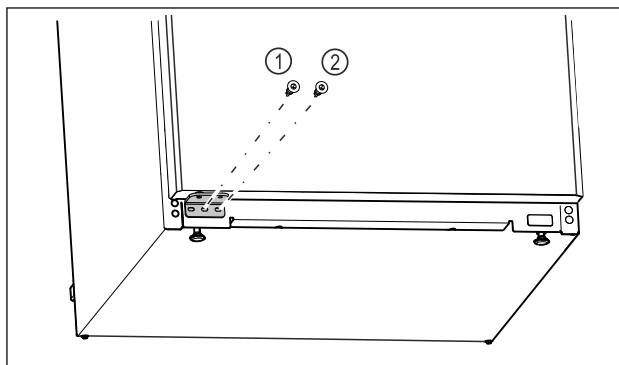

Fig. 17
- ▶ Sredinski vijak ležajnega podstavka Fig. 17 (1) trdno privijte z izvijačem Torx 20.
- ▶ Notranji vijak ležajnega podstavka Fig. 17 (2) trdno privijte z izvijačem Torx 20.